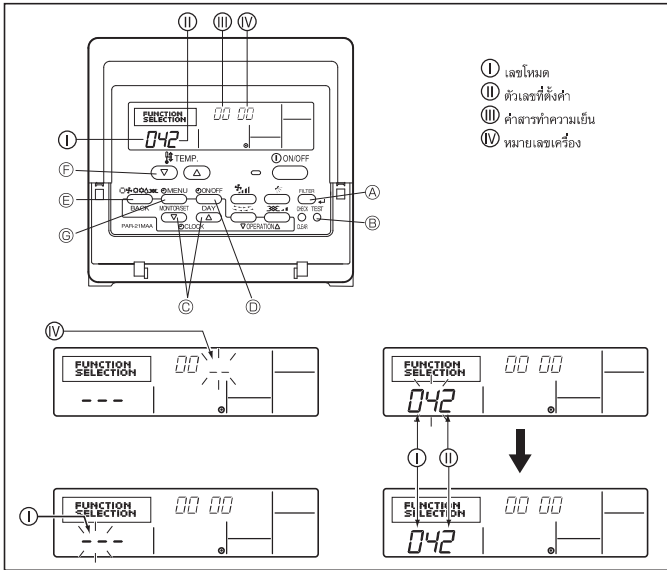

Fig. 6-9
1) สำหรับรีโมทคอนโทรลมีสาย (Fig. 6-9)